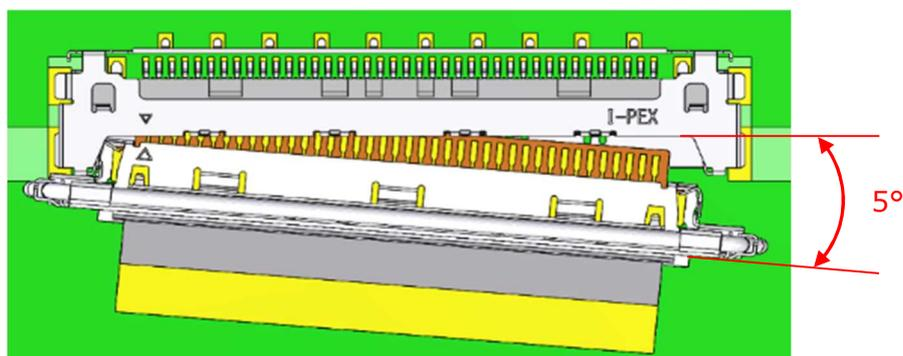
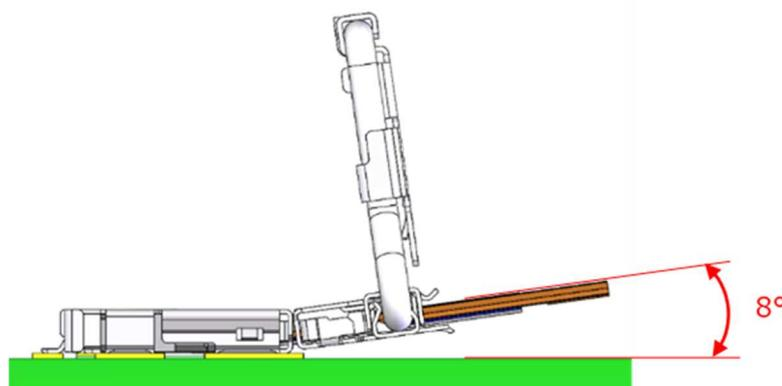

図 4 水平方向 挿入角度
図 5 垂直方向 挿入角度
②水平方向の挿入角度は 5° 以内(図 4)、垂直方向の挿入角度は 8° 以内(図 5)とし、PLUG がコネクタに対しまっすぐになるまでは挿入方向に過度な荷重は加えずに仮挿入を行う。